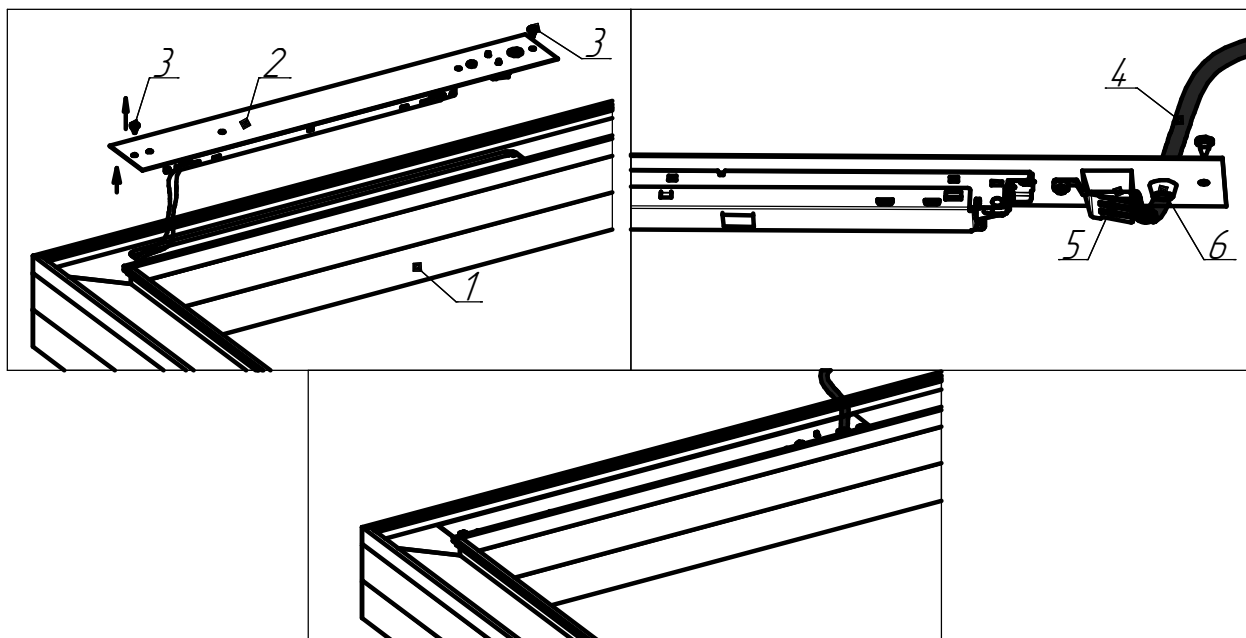

Рисунок 4 - Схема подключения светильника к сети
5.4 Отсоедините пластину с источником питания от корпуса светильника (см. рисунок 4). Проденьте питающий провод через втулку и подключите к клеммной колодке.